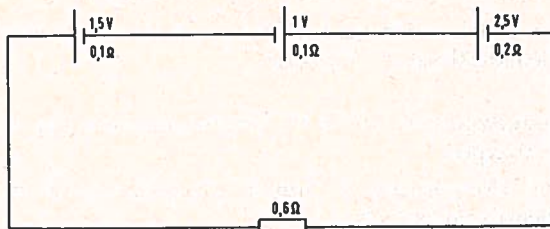

FIG. 2
24. Drie elementen zijn geschakeld als in fig. 2 getekend.